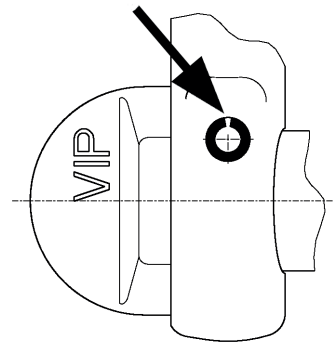

Abbildung 1: VV-SCH
- VV-SCH: durch Einschlagen der Sicherungsspannhülse. Schlitzrichtung beachten (siehe Abbildung 1)!